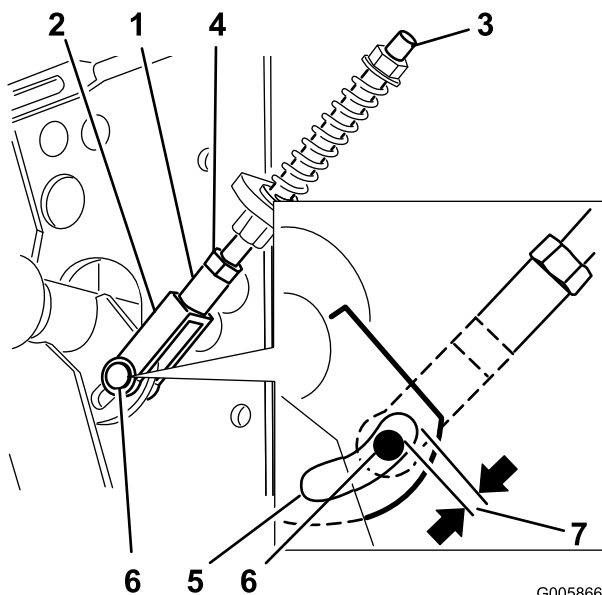

Figure 47
3. Desserrez l'écrou contre la chape (Figure 47).
4. Réglez la longueur de l'ensemble chape et goujon de point mort de sorte que l'axe de chape ne touche pas l'arrière de la fente du support du bras de commande (Figure 47).
5. Serrez l'écrou contre la chape (Figure 47).